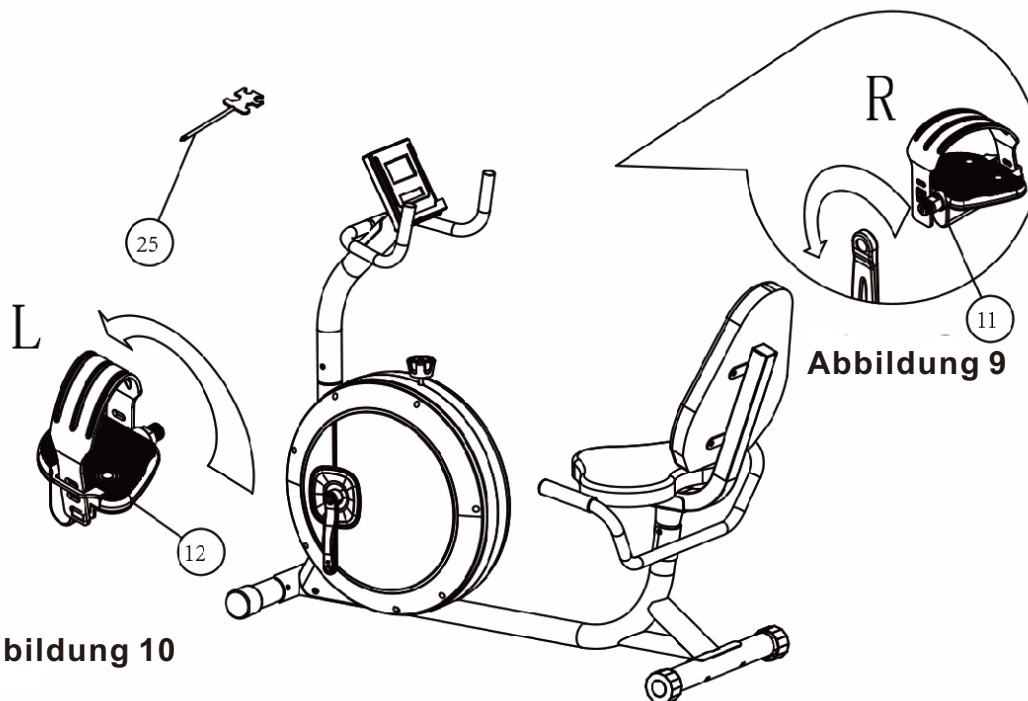

Abbildung 10
10. Richten Sie das Pedal L mit der Kurbelgewindeöffnung aus und installieren Sie es durch Drehen gegen den Uhrzeigersinn in Richtung der Pfeilspitze. Wie in Abbildung 10 gezeigt.